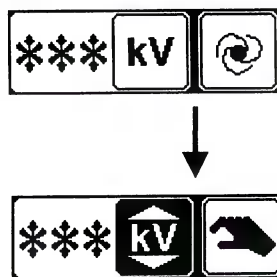

Рисунок 85
– выберите этот режим на панели управления (см. рисунок 85);